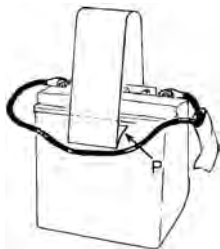

Fig. 44
- Appliquer la bande adhésive fournie avec la batterie, comme indiqué sur la Fig. 44, en enlevant les deux pellicules de protection situées aux extrémités de la partie adhésive et indiquées par la flèche sur le dessin (P - Fig. 44).